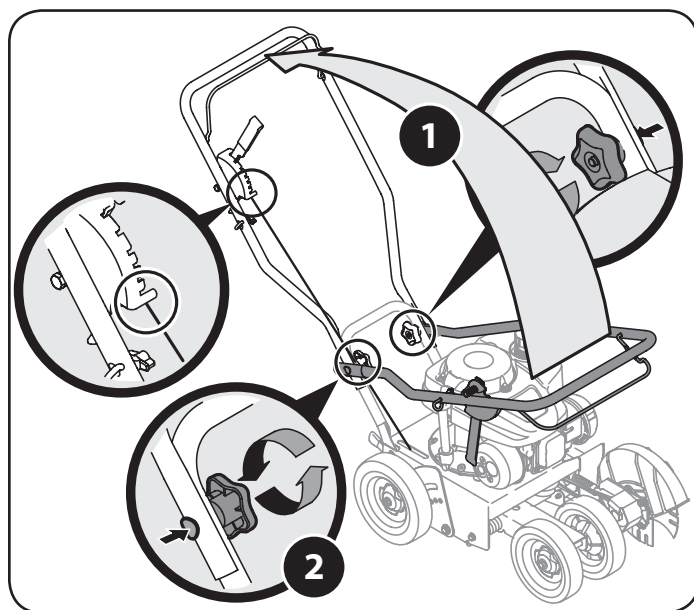

Figura 1
1. Pivote la barra superior hacia arriba hasta que calce en su lugar. Véase la Figura 1.